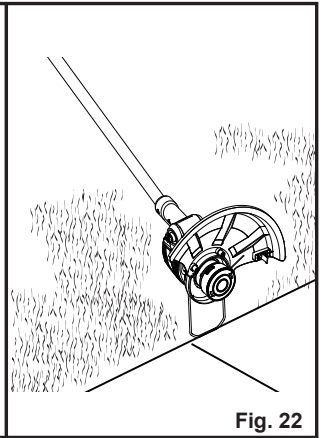

Fig. 22
12. Utilice el protector de flores para evitar que el dispositivo de corte entre en contacto con objetos duros como paredes y bordillos (Fig. 22).